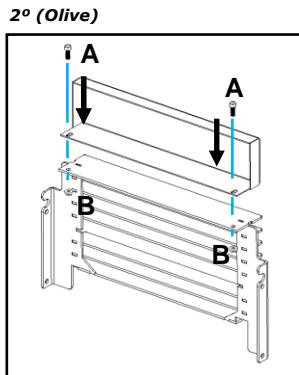

Figura 35 – União da grelha frontal com o remate superior
d) No equipamento **Olive**; antes de encaixar a grelha frontal no equipamento, tem que se unir a peça de remate superior com a grelha, fazendo coincidir os furos da grelha com os furos do remate (Figura 35) e uni-los com dois parafusos **A** (DIN 912 M5x12) e duas porcas **B** (Porcas M5 DIN 6923).